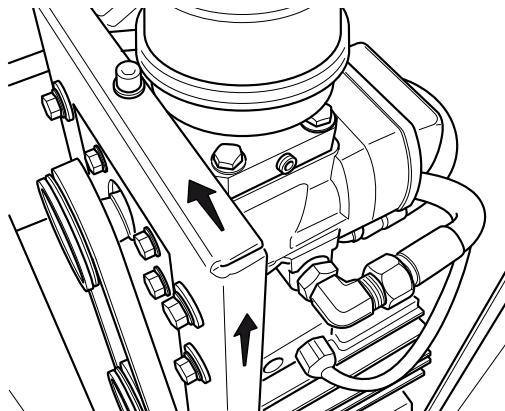

Рис. 3.2
Перед запуском машины снять переднюю и заднюю панели, слить небольшое количество масла (150-200 гр) из масловоздушного ресивера через кран слива масла в чистую ёмкость и залить его в винтовой блок через впускной клапан, демонтировав воздушный фильтр или весь впускной клапан. Установить снятые детали на место, провернуть на несколько оборотов винтовой блок по направлению вращения указанному стрелкой на винтовом блоке. Включить машину, установив выключатель (2) в положение ON, и убедиться в правильном направлении вращения двигателя, которое показано стрелками на пластине винт-двигатель (рис. 3.2). В случае неверного направления вращения немедленно выключить машину путем установки выключателя (2) и настенного выключателя в положение OFF.